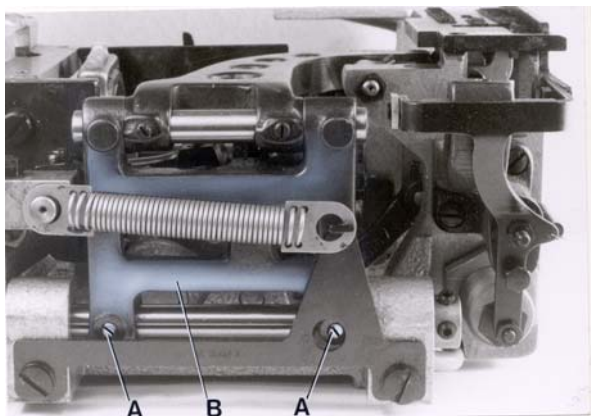

Fig. 7
After loosening screws (A, Fig. 7) rear in the feed rocker (B), the feed bar with feed dog can be moved laterally to center the feed dog in the throat plate slots, if required. Retighten screws (A).
Nach den Lösen der Schrauben (A, Fig. 7) hinten im Transportrahmen (B) kann der Transporteurträger, bei Bedarf, mit dem Transporteur seitlich verschoben und in den Stichplattenschlitzen vermittelt werden. Ziehen Sie die Schrauben (A) wieder an.